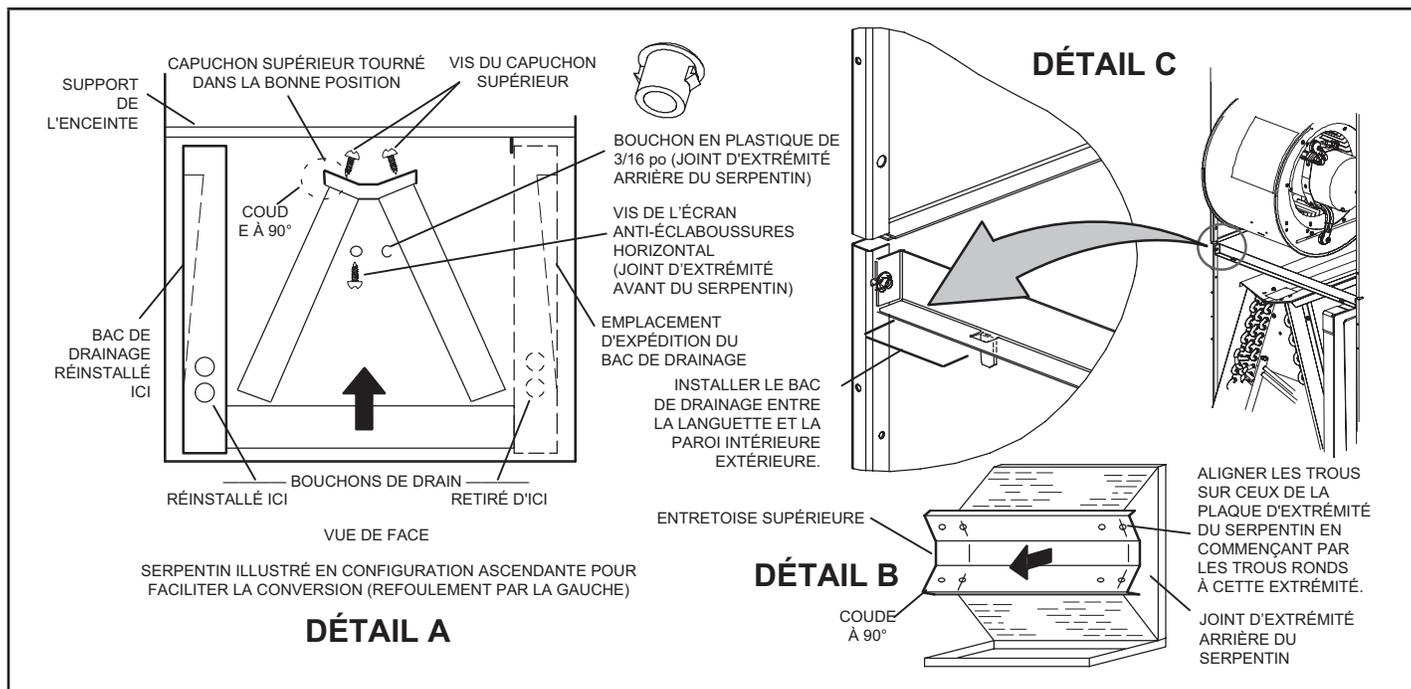

FIGURE 4. Modification sur place pour refoulement du côté gauche
- 4 - Retirez les vis du couvercle supérieur. Retirez la vis de l'écran anti-éclaboussures horizontal située au centre du joint d'extrémité arrière du serpentin comme illustré à la figure 4, page 5.
- 7 - De la position pour configuration ascendante, faites pivoter l'enceinte de 90° vers la gauche et installez-la en position. Remontez le ventilateur. Fixez le serpentin en pliant la languette vers le bas sur le rail de support de l'enceinte comme illustré aux figures 4 et 5.